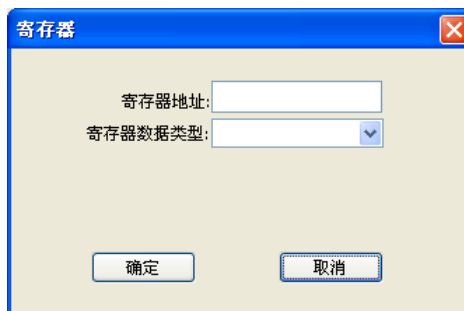

图 5.29 读寄存器输入框
1. 点击“校准”->“寄存器”->“读保持寄存器”按钮，弹出“寄存器”窗口，如图 5.29 所示：